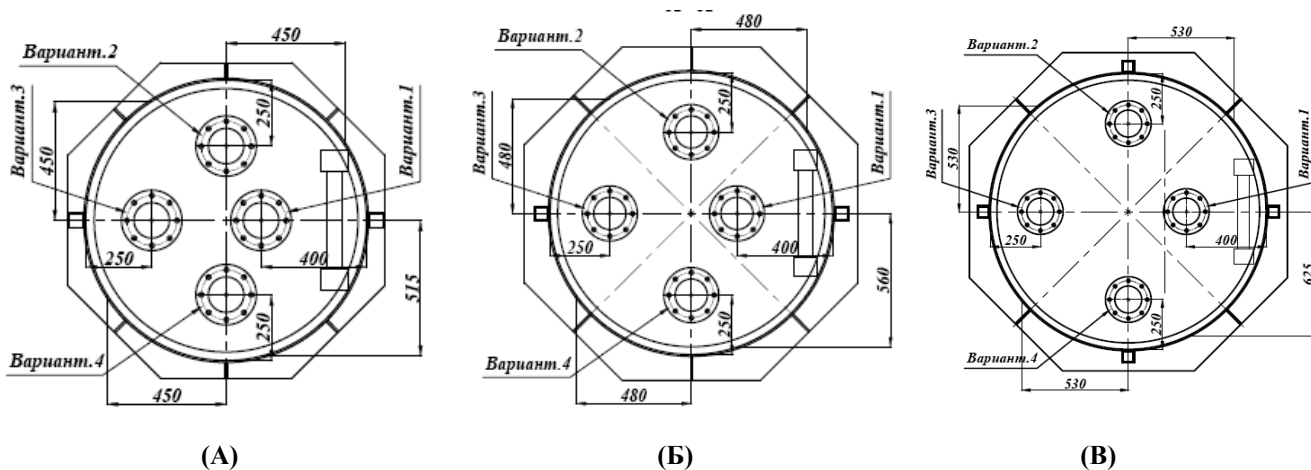

Рис.2: Варианты расположения в кессоне муфты:
1. Разметить котлован под изделие согласно монтажной схеме на соответствующую модель, с учетом эксцентрисности отверстия в днище изделия под оголовок скважины (муфты) и его положения (см. Рис.2), с учетом направления водоотводящей магистрали. Рекомендуется котлован цилиндрической формы, что позволит сократить объем земляных работ при монтаже кессона. Диаметр котлована должен иметь габаритные размеры на 300 мм больше диаметра кессона с каждой стороны. Проверить правильность разметки.